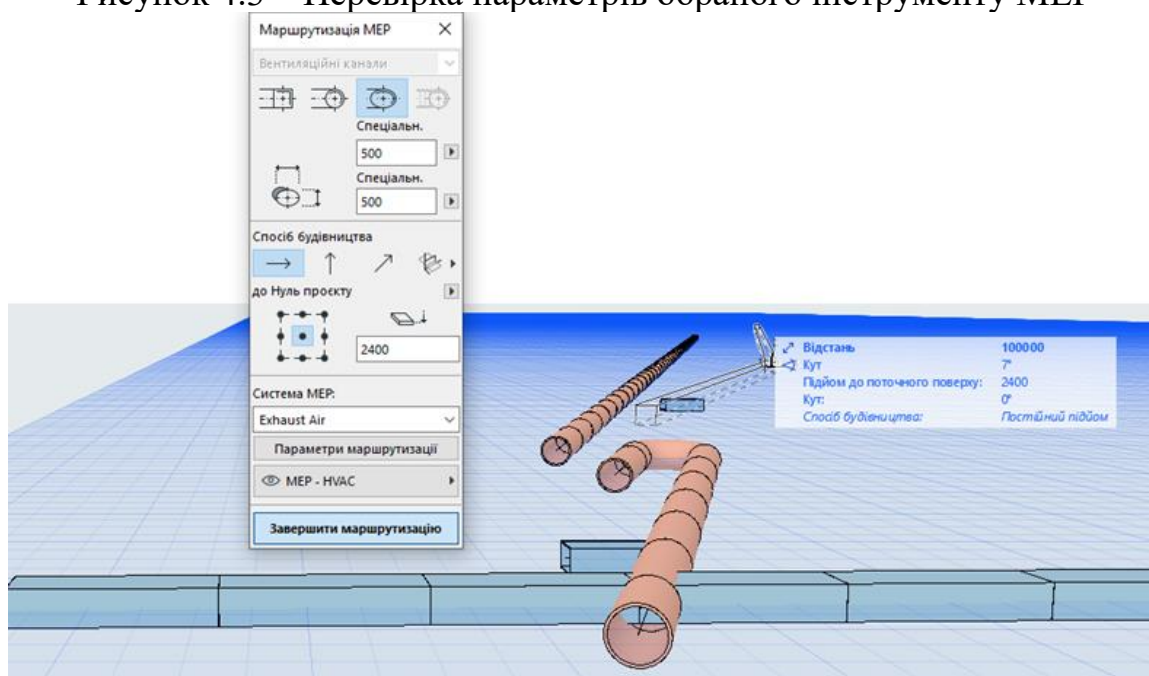

Рисунок 4.4 – Процес трасування
4. На Плані Поверху зробіть клік мишею в будь-якій вільній точці з'єднання першого елемента (курсор набуде у форми галочки, рис.4.4).